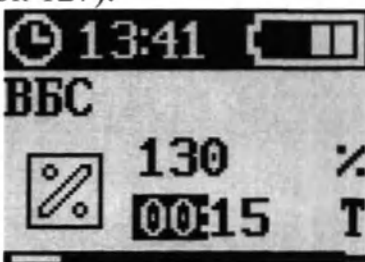

Рисунок 127 – Экран «ВБС» (часы)
5. Нажать кнопку «ОК» для подтверждения ввода и перехода к установке длительности часов ВБС (рисунок 127).